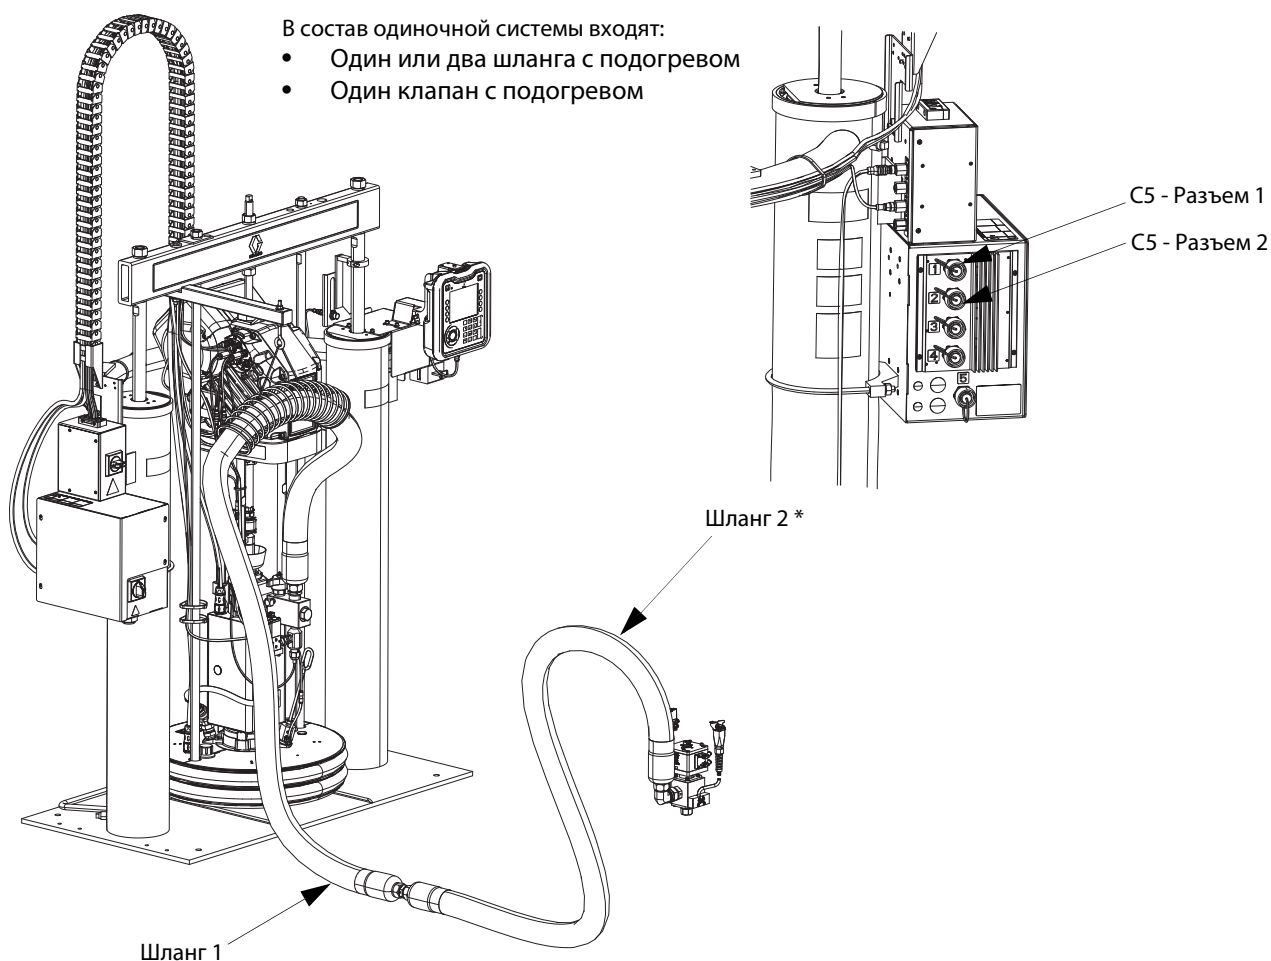

Рис. 25
- Шланг с подогревом - квадратный электрический коннектор от шланга 2 к аксиальному раздаточному клапану (В). См. Рис. 25.